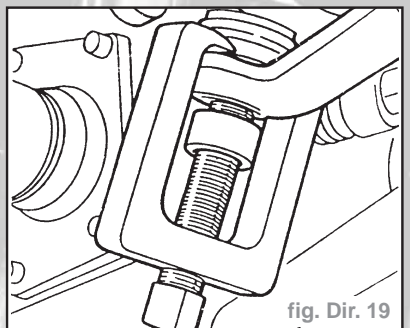

fig. Dir. 19
- Déposer la barre d'accouplement centrale du bras de direction et du bras intermédiaire, utiliser l'extracteur **KM-787** (fig. Dir. 19).